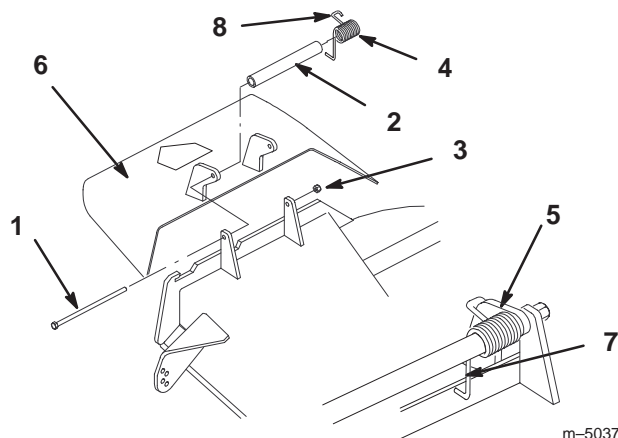

Figure 59
1. Retirez le contre-écrou, le boulon, le ressort et l'entretoise qui fixent le déflecteur aux supports de pivot (Fig. 59). Enlevez le déflecteur s'il est endommagé ou usé.
Remarque : prenez soin de placer l'extrémité en **L** du ressort derrière le bord du plateau avant de mettre le boulon en place, comme indiqué à la Figure 59.
3. Remettez le boulon et l'écrou. Accrochez l'extrémité crochue en **J** du ressort au déflecteur d'herbe (Fig. 59).